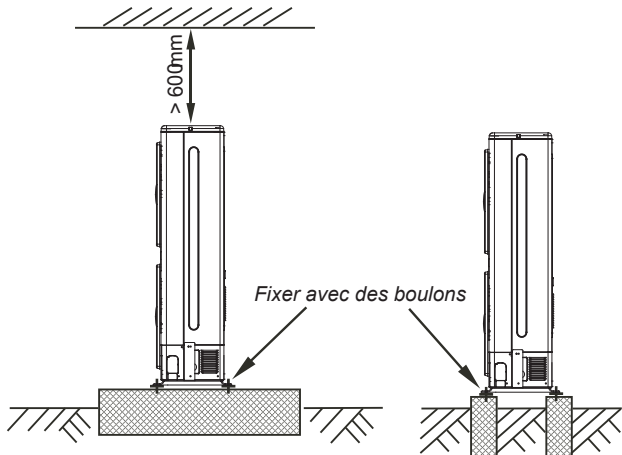

Fig. 6-8
- 3) Réalisez des bases en béton conformément aux spécifications des unités extérieures (Voir Fig.6-8).
- 4) Fixez fermement les pieds de cette unité avec des boulons pour l'empêcher de s'effondrer en cas de tremblement de terre ou de vent fort. Voir Fig.6-8.